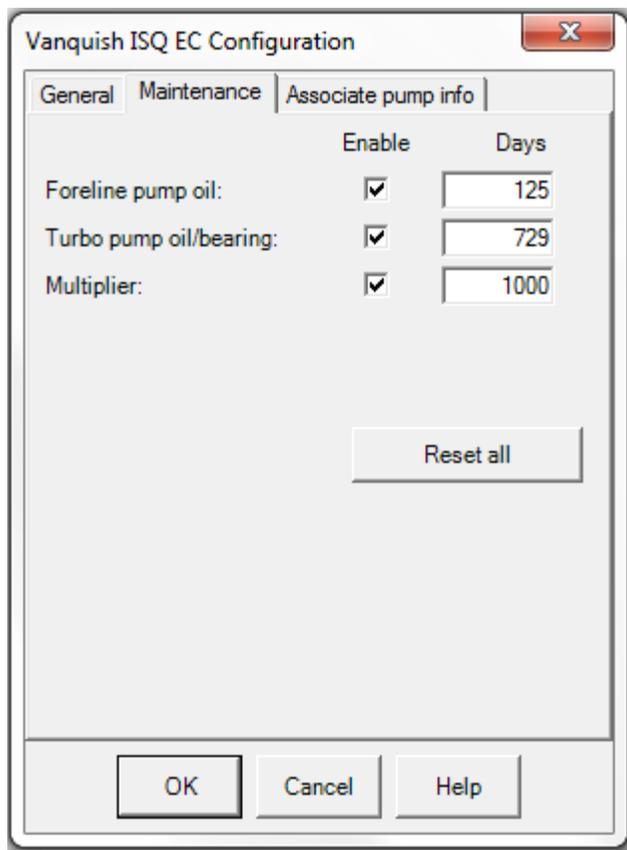

图 69: ISQ EC 或 ISQ EM MS configuration - Maintenance 选项卡
24) 选择 **Maintenance**（维护）选项卡并验证所有启用项，均如图 69 所示。